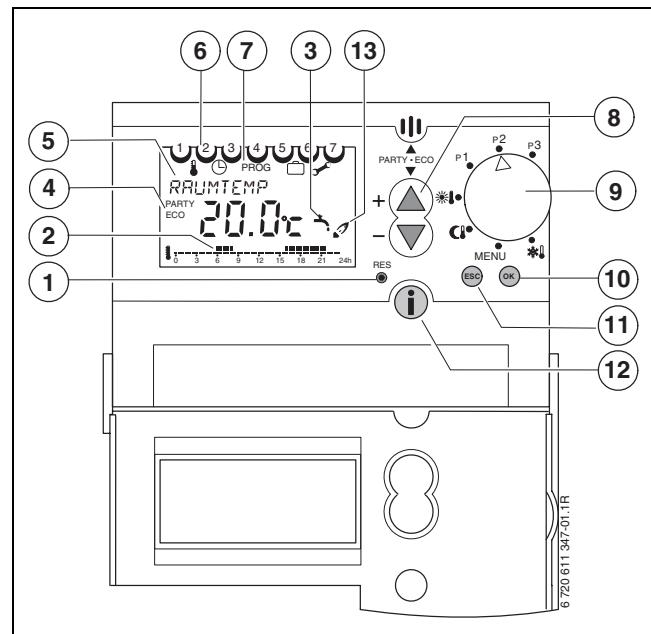

Fig. 8 Schema degli elementi di comando
- Posizionare il selettori impostazioni su **MENU** (vedi Fig. 8).